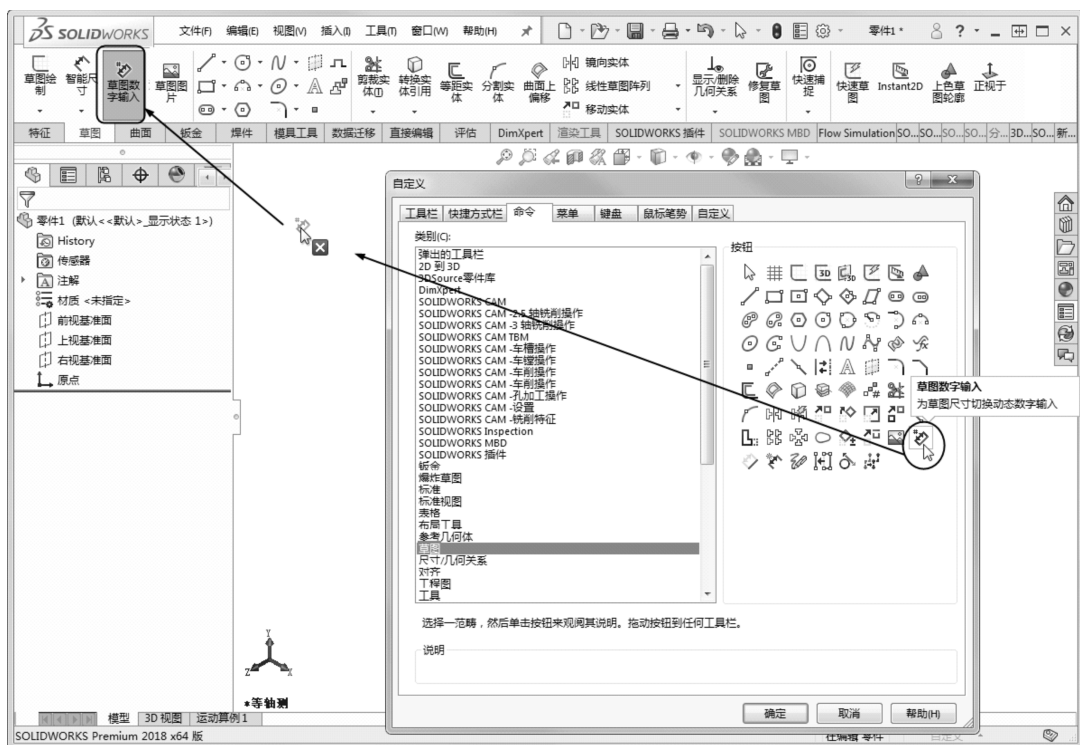

图 1-98 添加草图命令按钮
- 04** 在对话框右侧的【按钮】区域中，选中需要调用的【草图输入数字】命令按钮，按住鼠标左键不放，将其平移拖放在【草图】选项卡中，如图 1-98 所示。